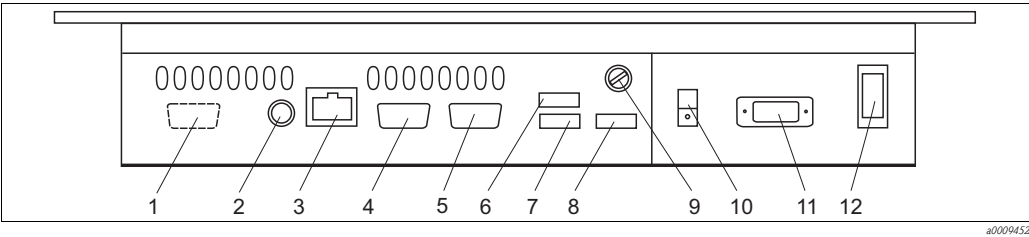

Fig. 15 : Raccordements du PC encastré
3. Embrochez le connecteur D-sub dans le connecteur de la carte PROFIBUS (pos. 1, Fig. 15).